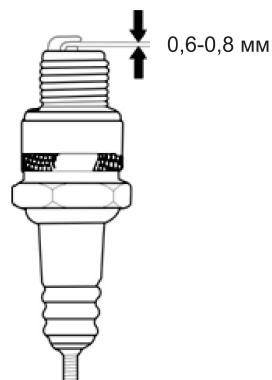

Рис. 17
5. Проверьте зазор между электродами свечи зажигания. Он должен составлять 0.6-0.8мм (Рис. 17). При необходимости отрегулируйте зазор.